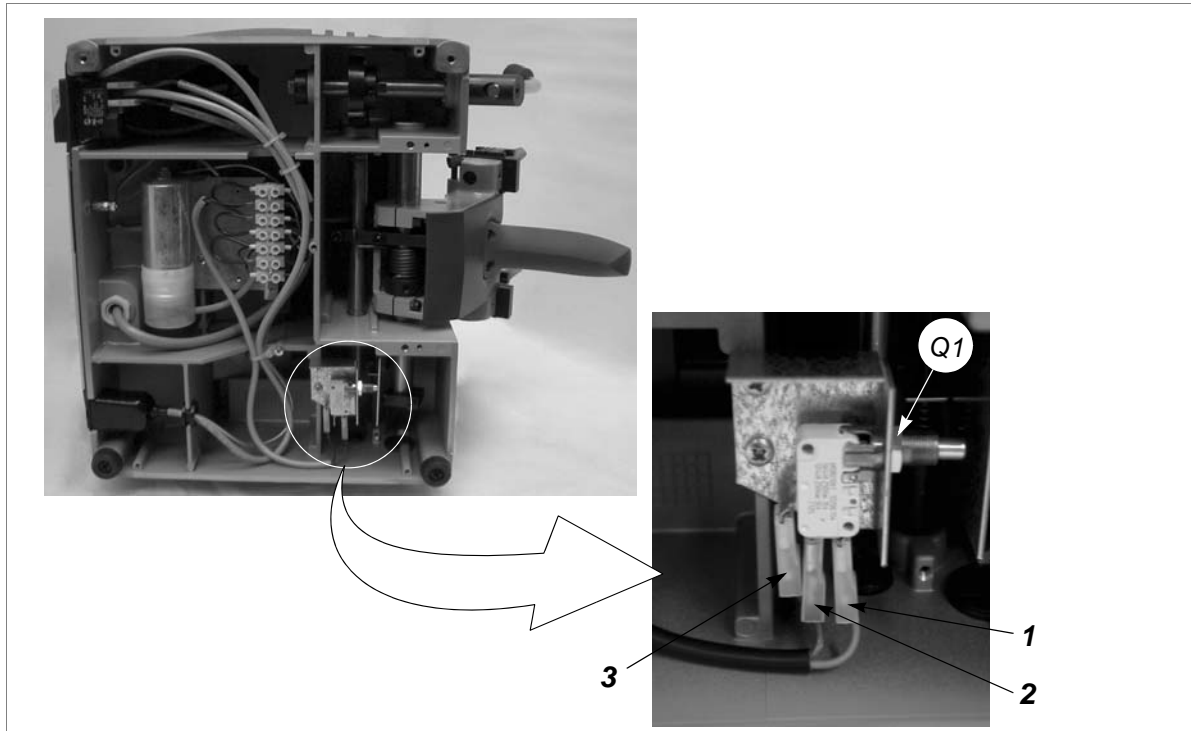

Fig. 28
- 4) Desenroscar la tuerca (Q1) y sacar el microinterruptor (fig.28).